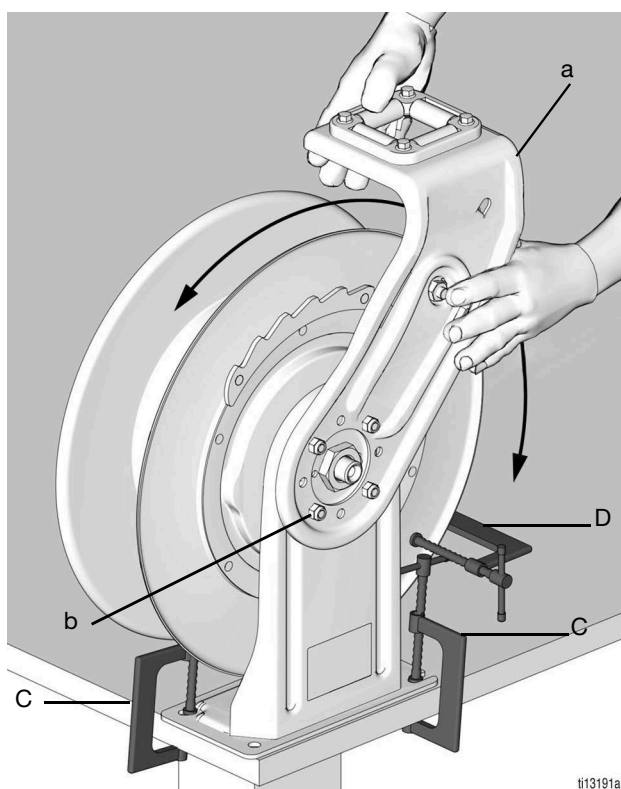

FIG. 9
- a. Fixer l'enrouleur sur une surface solide à l'aide de pinces en C (C) (FIG. 9) ;
- b. Placer une pince en C (D) sur la bride de l'enrouleur pour éviter qu'il se déverrouille par accident et tourne ainsi librement (FIG. 9) ;